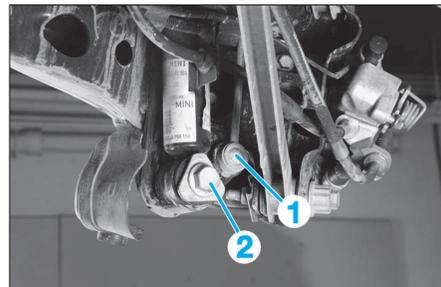

FIG. 27
- la fixation inférieure de la biellette de barre stabilisatrice (1) (Fig.27).
- la fixation inférieure de l'amortisseur (2) (Fig.27).